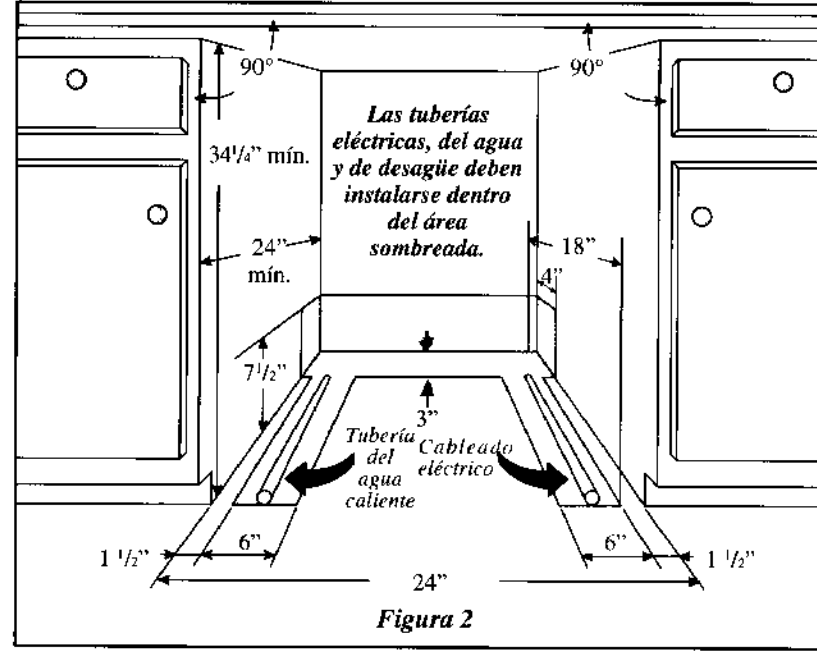

Figura 2
IMPORTANTE: Para funcionamiento y apariencia adecuada del lavavajillas, la abertura del armario debe tener las dimensiones que se muestran en la Figura 2. Si el lavavajillas va a ser colocado en una esquina, debe haber por lo menos un despeje lateral de 2 pulgadas para abrir la puerta.
Las tuberías eléctricas, del agua y de desagüe deben quedar dentro de las áreas sombreadas indicadas en la Figura 2. Los conductores eléctricos, del agua y del desagüe se pueden dañar. El incumplimiento de estas instrucciones puede resultar en un incendio o choque eléctrico.
2. Todas las conexiones deben quedar dentro del área sombreada indicada en la Figura 2.
3. Corte el agujero de acceso en el área sombreada mostrada en la Figura 2.
4. Corte el agujero de acceso del agua en el área sombreada indicada en la Figura 2.
5. Antes de cortar el acceso a la manguera de desagüe, revise ambos lados del área seleccionada para evitar interferencia. Corte un agujero de 2" de diámetro en el área sombreada mostrada en la Figura 2.